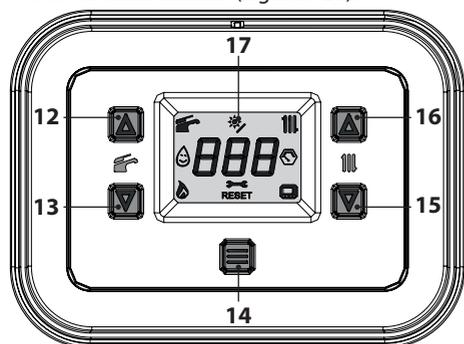
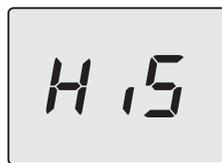
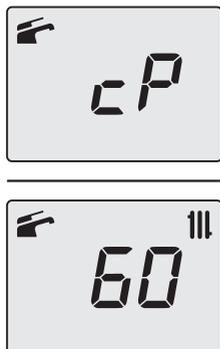
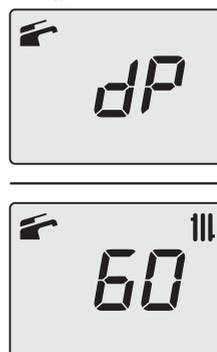

Figura 9.20
Figura 9.21
Figura 9.25
Figura 9.26
- Entrare in "modalità programmazione" premendo contemporaneamente per 5 secondi i tasti 13 e 15 (Figura 9.20) fino a far apparire sul display LCD le lettere **HiS** che indicano il menu "Storico delle caldaia" (Figura 9.21).
- Premendo il tasto 15 (Figura 9.20) è possibile variare la potenza in modalità spazzacamino: con visualizzazione sul display LCD delle lettere **hP** che si alternano con il valore di temperatura dell'acqua di riscaldamento (es.**32**), siamo in "funzione spazzacamino" alla potenza minima in riscaldamento (Figura 9.24).
- Premendo il tasto 15 (Figura 9.20) è possibile variare la potenza in modalità spazzacamino: con visualizzazione sul display LCD delle lettere **cP** che si alternano con il valore di temperatura dell'acqua di riscaldamento (es.**60**), siamo "funzione spazzacamino" alla potenza massima in riscaldamento (Figura 9.25).
- Premendo ulteriormente il tasto 15 (Figura 9.20) è possibile variare nuovamente la potenza in modalità spazzacamino: con visualizzazione sul display LCD delle lettere **dP** che si alternano con il valore di temperatura dell'acqua di riscaldamento (es.**60**), siamo "funzione spazzacamino" alla potenza massima in sanitario" (Figura 9.26);
- Premendo contemporaneamente per 1 secondo i tasti 13 e 15 (Figura 9.20) si esce dalla "modalità spazzacamino" e si ritorna alla lista menu.
- tenere premuti contemporaneamente i tasti 13 e 15 per 5 sec. (Figura 9.20) (ritorno al livello precedente).